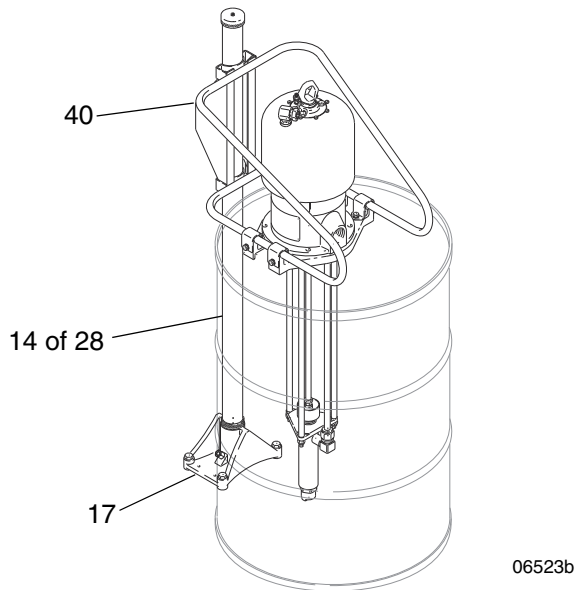
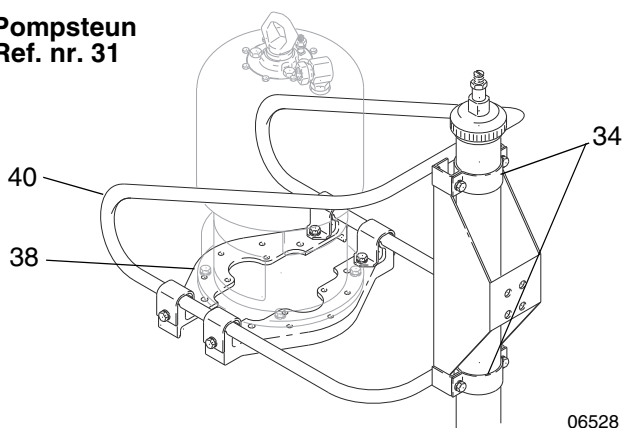

FIG. 1
FIG. 3
Plaats een open vat tegen het draagvlak van de lift (17). Plaats de console (40) boven op het vat zodat de inkepingen van de klem (34) stevig tegen de stijgbuis van de lift (14 of 28) aanzitten. Zie FIG. 1 en FIG. 3. Til de stijgbuis ongeveer 6,4 mm (0,25 inch), plaats de klemmen (34) en maak ze stevig vast. Bevestig de montageconsole van de pomp (38).